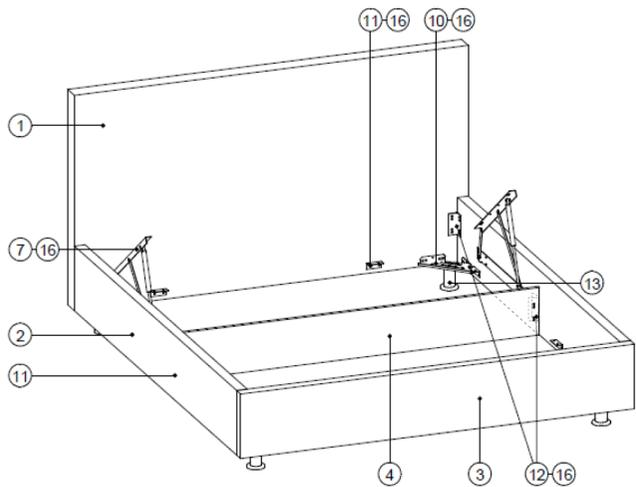

Рис. 2
Разложите все детали каркаса по назначению (см. рис.2).
Установите посередине каркаса кровати центральную царгу (импост) (4). Уголки установите со стороны изголовья кровати, закрепите импост к боковым царгам (2), при помощи двух уголков №508 (12) и болтов М6×20 (16), как показано на рис. 2.